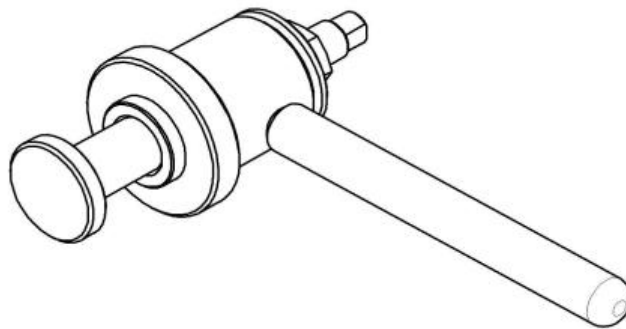

Рис. 10. Приспособление для запрессовки манжет(11000001333).
- Используя приспособление манжет (см. рис. 10) установить манжету 1;